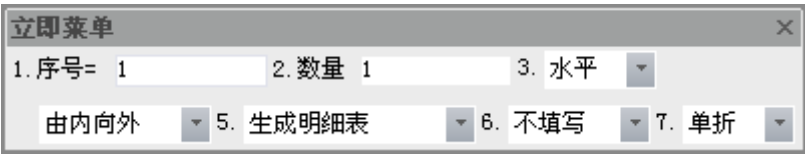

图 5-16 生成序号立即菜单
生成序号命令需要借助立即菜单进行交互，执行该命令后弹出如图 5-16 所示的立即菜单。
设定立即菜单的各项参数并根据提示指定引出点和转折点即可，指定转折点时可以通过已生成的序号进行导航对齐。指定引出点时也可以直接拾取已生成的零件序号，生成连续序号如图 5-16(b)所示。
- 4) 【2.数量】可以指定一次生成序号的数量。若数量大于 1，则采用公共指引线形式表示。如图 5-16(b) 所示。